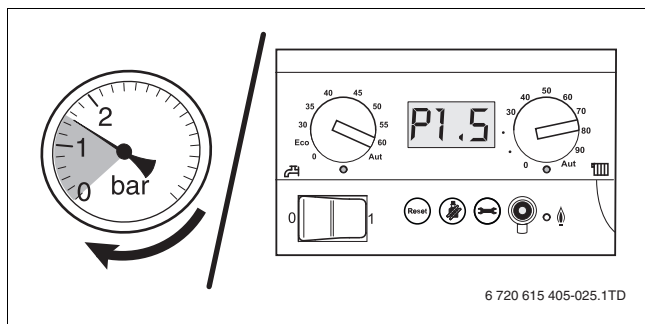

Fig. 10 Indicazione della pressione
- ▶ Aprire con attenzione il rubinetto dell'acqua e riempire lentamente l'impianto di riscaldamento. Prestare attenzione all'indicazione della pressione per il circuito di riscaldamento. Leggere la pressione sul display del pannello di comando (→ fig. 10).
- ▶ Leggere nuovamente la pressione di esercizio sul display dell'unità di comando di base (→ fig. 10, pag. 11). Qualora il valore della pressione sia inferiore a 1,0 bar, riempire nuovamente l'impianto di riscaldamento come descritto sopra.